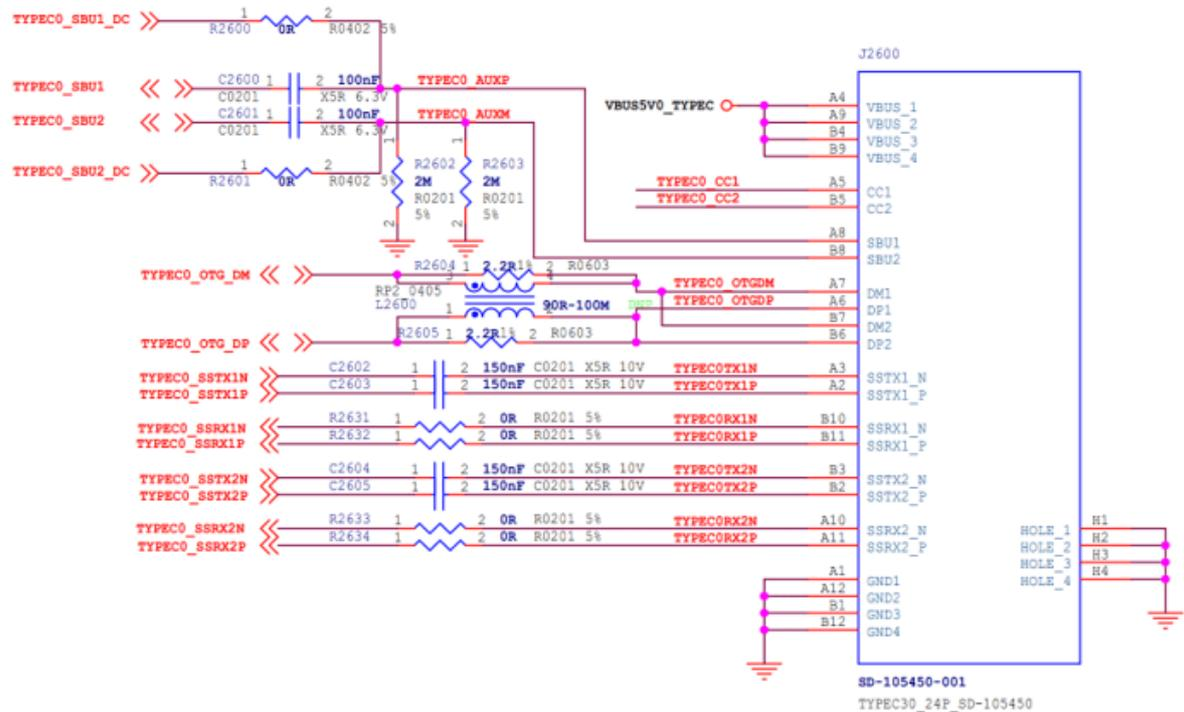

图 19 RK3588 Type-C0 接口
5. `TYPECO_SBU1/TYPECO_SBU2` 只用于 DP Alternate Mode 的 AUX 通信。按照 AUX 的协议要求，需要根据 Type-C 插入的正反面，对 SBU1/SBU2 进行相应的电平上拉操作。因为 RK3588 芯片内部没有实现 SBU1/SBU2 的自动上拉，所以要求硬件外部电路增加两个 GPIO 控制（对应图 19 中的 `TYPECO_SBU1_DC/TYPECO_SBU2_DC`）。对 GPIO 的默认上下拉方式没要求，可以选择任意的 GPIO。软件上，需要修改 `usbdp_phy` 节点的属性 `sbu1-dc-gpios` 和 `sbu2-dc-gpios` 进行适配；